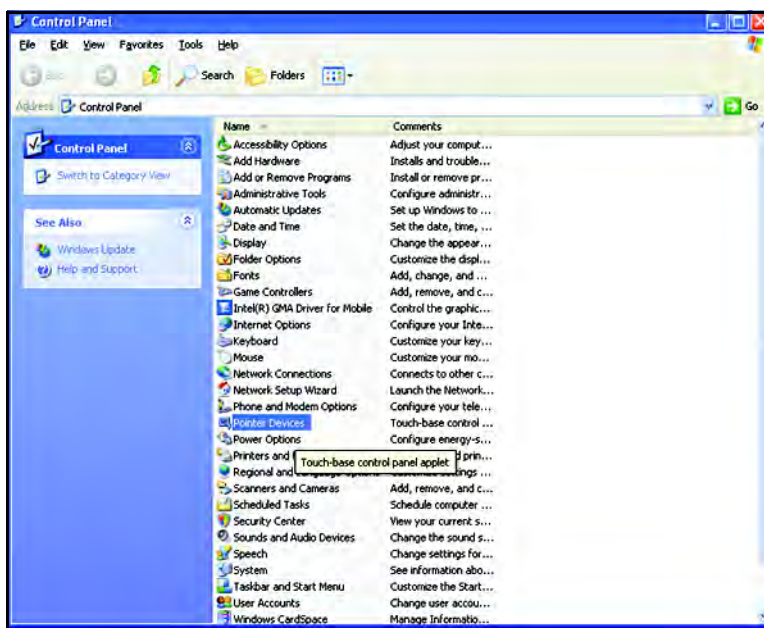

Рис. 123: Панель управления со значком указателей
1. Запустите USM Vision+ в качестве *Администратора. С Панели управления (Control Panel)* USM Vision+ запустите прикладную программу контактной панели управления, дважды щелкнув значок **Pointer Devices (Указатели)**, как показано на *Рис. 123* ниже.